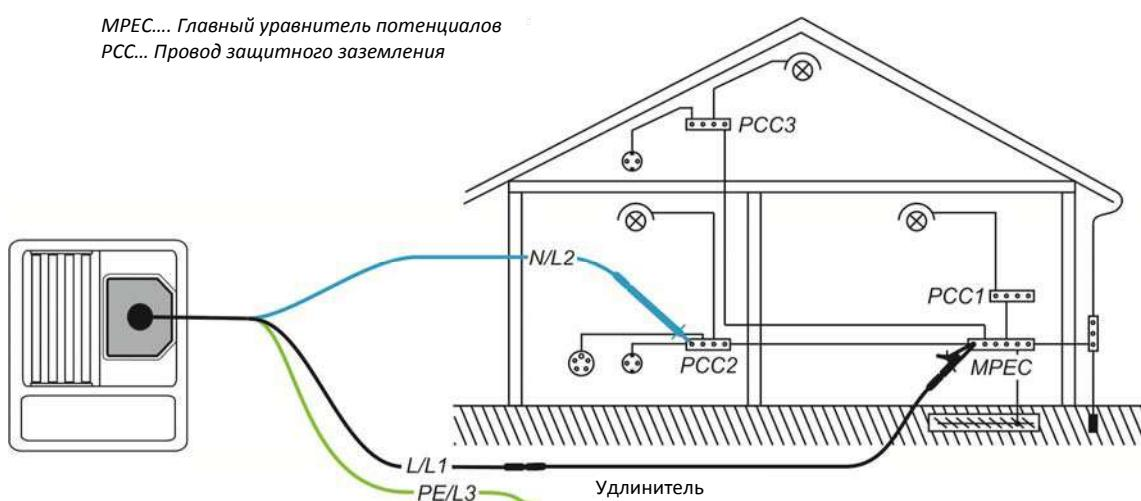

Рисунок 5.6: Подключение 3-проводного тестового кабеля плюс дополнительного удлинительного кабеля
- **Подсоедините** кабель для испытаний (испытательные выводы) к испытываемой РЕ проводке (см. рис. Рисунок 5.6: *Подключение 3-проводного тестового кабеля плюс дополнительного удлинительного кабеля*)